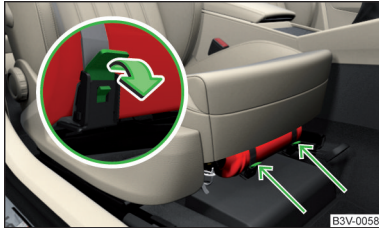

Abb. 221
- Die beiden Gurte lösen, indem an den jeweiligen Sicherungen in Pfeilrichtung gezogen wird » Abb. 221.